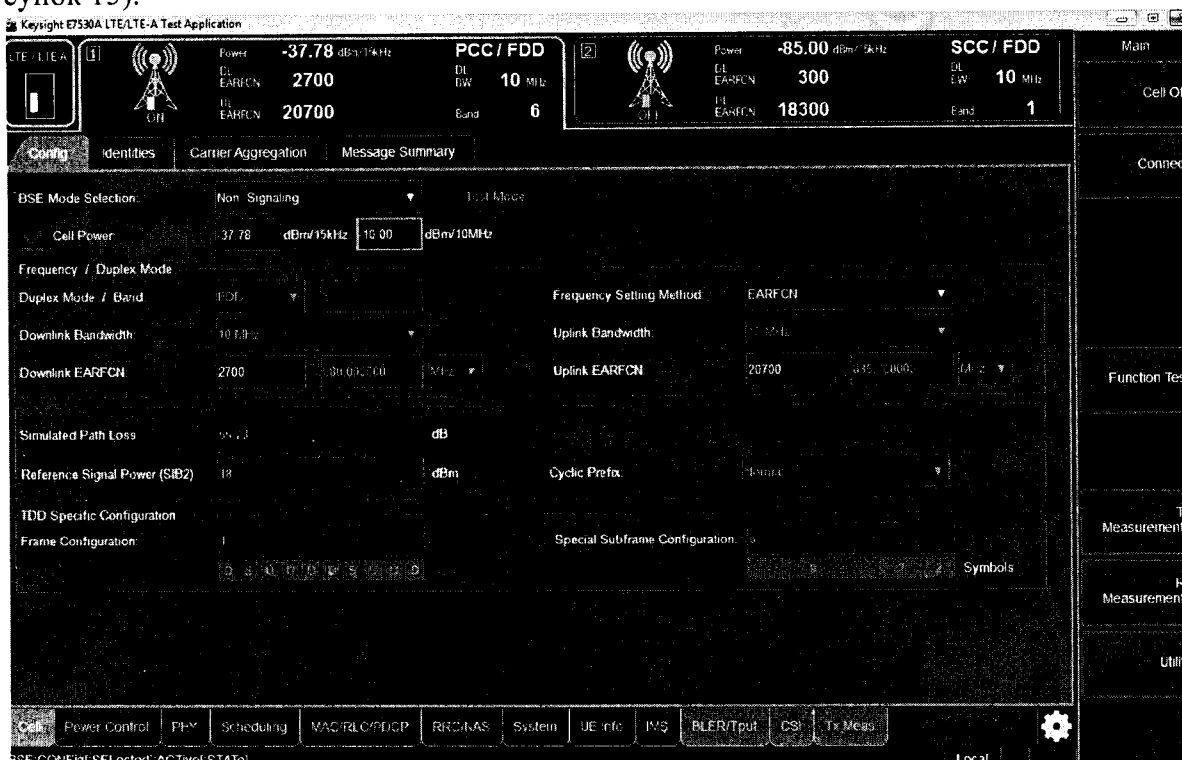

Рисунок 15.
7.5.2 Выбрать режим выхода TXRX1 приемопередатчика А. Активировать режим для двух независимых LTE-сот по приемопередатчикам А и В (см. описание выше). После этого в поле BSE Mode Selection для приемопередатчика А выбрать режим Non Signaling и запустить непрерывное формирование сигнала LTE в диапазоне частот (рисунок 15).